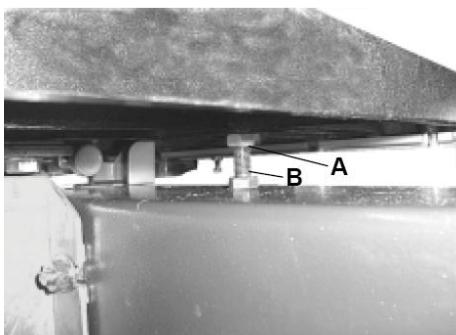

Рис. 10
- верхній частині корпусу нижнього шківу. Аби встановити стіл, послабте стопорну гайку (B), потім відрегулюйте гвинт (A).
- Знову затягніть стопорну гайку (B), зафіксуйте положення столу (Рис. 10).